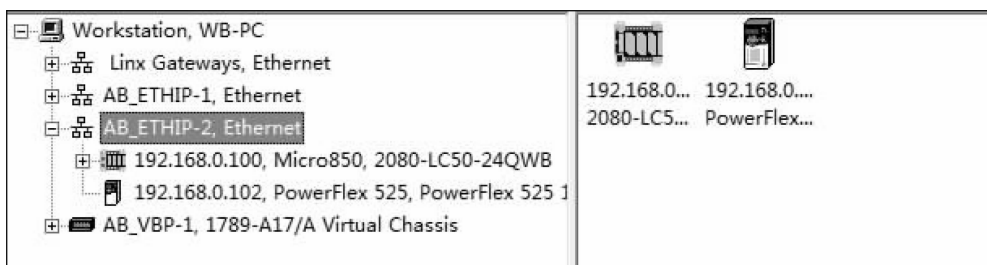

图 10-10 变频器 IP 地址下载成功
7) 下载完成后可打开 RSlinx Classic，如图 10-10 所示，此时会发现变频器地址已设置完成。